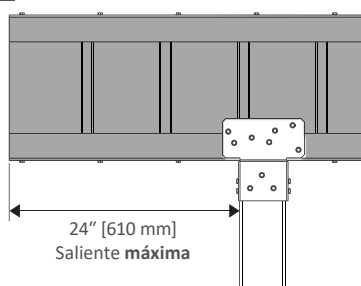
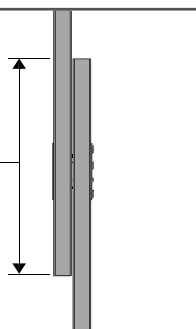

Fig. 33
Fig. 35
- **EMPALME DE VIGAS:** Al empalmar dos vigas, debe haber un **mínimo** de 24" [610 mm] de traslape entre ellas, como se muestra en las Figs. 33 y 34. El empalme debe estar apoyado por un poste en cualquier punto dentro del área de traslape de las vigas. El empalme de la viga se conecta con (4) pernos pasantes de 3/8" [10 mm] de diámetro, con sus respectivas tuercas y arandelas, como se muestra en las Figs. 35 y 36.